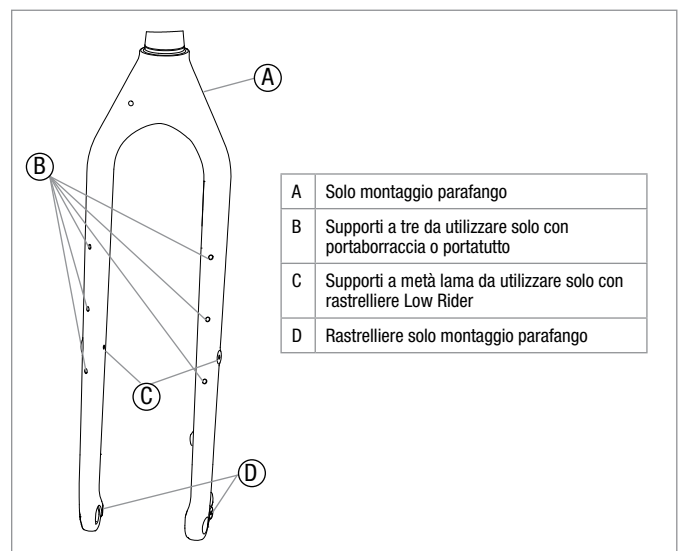

Figura 13
Verificare che la forcella sia compatibile con la rastrelliera. Vedere Figura 13 per la posizione di montaggio della rastrelliera autorizzata sulla forcella. Seguire le istruzioni del produttore della rastrelliera per il montaggio. Assicurarsi di utilizzare tutto l'hardware fornito con la rastrelliera per il montaggio.
**▲ ATTENZIONE:** Non montare le rastrelliere su supporti forcella diversi da quelli indicati nella Figura 13. Un montaggio non corretto della rastrelliera può comportare incidenti e lesioni gravi.